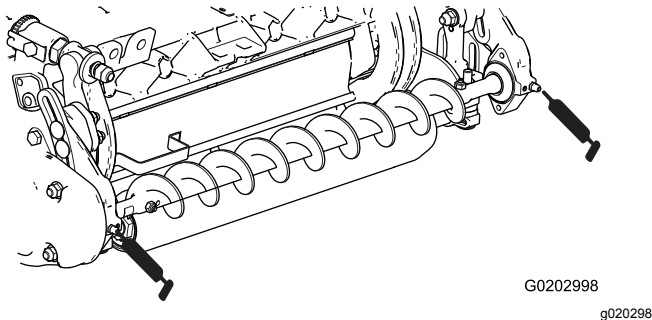

Figura 18
3. Lubrique los engrasadores de cada uno de los alojamientos de cojinete del cepillo del rodillo con grasa de litio N° 2 (Figura 18).